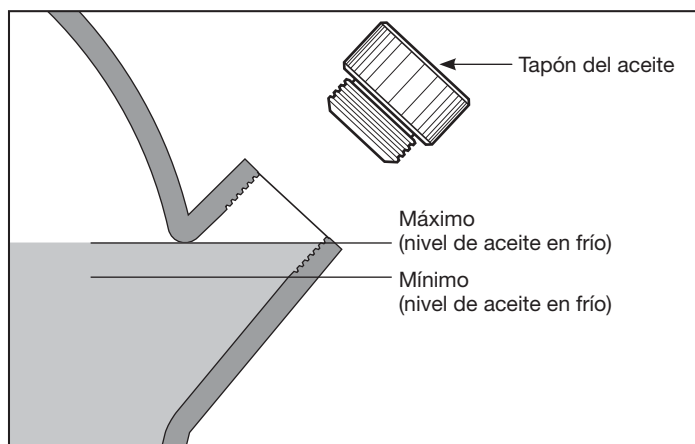

Figura 7 - Nivel de Aceite
ESTA UNIDAD UTILIZA ACEITE. Antes de poner en funcionamiento el compresor, revise el nivel del aceite (ver Figura 7).
INSPECCIÓN DEL NIVEL DE ACEITE (ver Figura 7)
5. Si es necesario, llene con el mismo tipo y marca de aceite hasta el nivel máximo (ver la Figura 7 y la sección de lubricación).
1. Verifique el nivel del aceite (ver Figura 7).